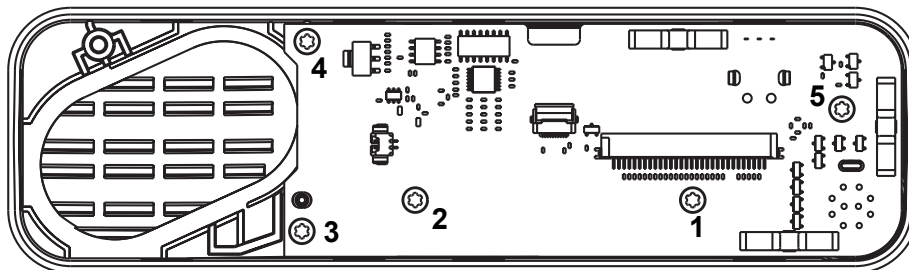

Figura 5-24 Secuencia de apriete de los tornillos
- c. Usando un destornillador TORX™ T10, apriete los cinco tornillos a aproximadamente 0,882 N-m (7,8 lb-pulg.) en la secuencia mostrada en la Figura 5-24.